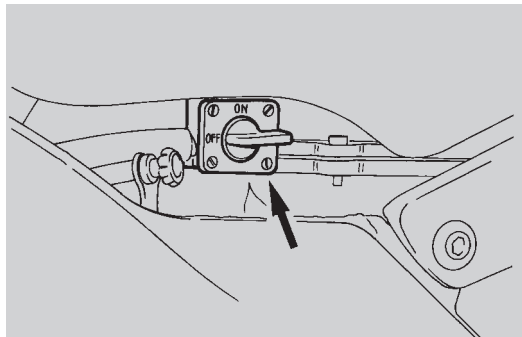

Abb. 22
- den Kraftstoffhahn in "ON" -Stellung drehen (Abb. 22);